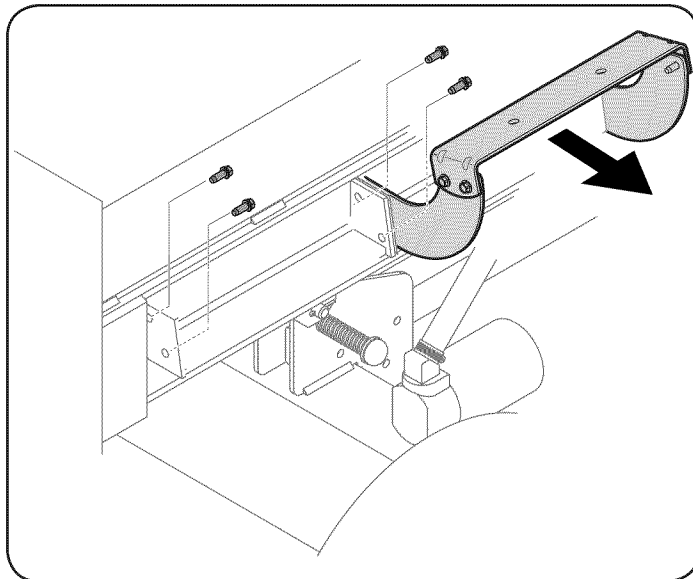

Figura 5
17. Desconecte el bastidor de troncos de la vigueta que está al costado de la válvula de control extrayendo los dos tornillos de las arandelas hexagonales que lo sujetan a la vigueta y los dos tornillos de las arandelas hexagonales de brida de la vigueta. El bastidor está desplazado a los fines del envío. Vea la Figura 5.